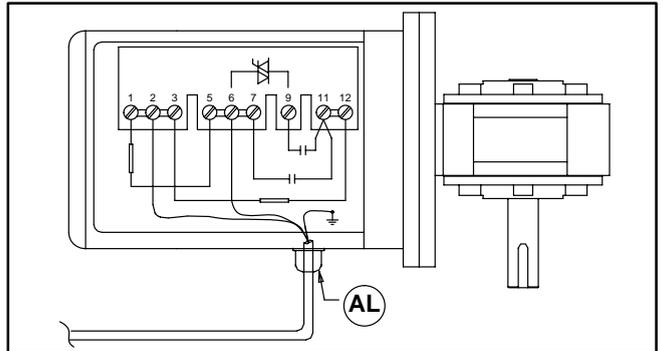

Abbildung 21
- b. Die Farben der Drahtleiter (Adern) an Klemmen 2, 6 und Erdungsklemme (Schutzleiter) (\perp) (Abbildung 21) aufschreiben. Klemmen 2, 6 und Erdungsklemme lösen und Drahtleiter (Adern) entfernen.
- c. Die Kabelklemme (AL siehe Abbildung 21) lösen und Kabel herausziehen.